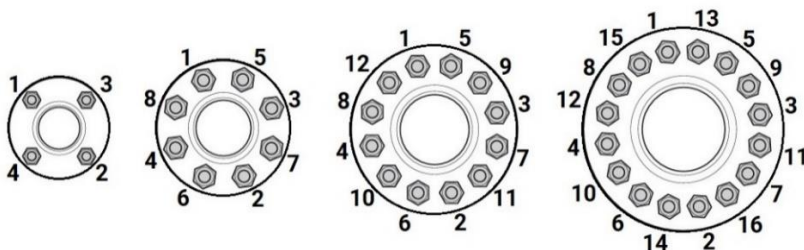

Рисунок 8 – Порядок затяжки крепежных болтов/шпилек
5.21. Далее, при открытом положении ЗДПМ, производится окончательная затяжка шпилек/болтов по перекрестной схеме (см. рис. 8). Рекомендуемые моменты затяжки указаны в таблице 5.